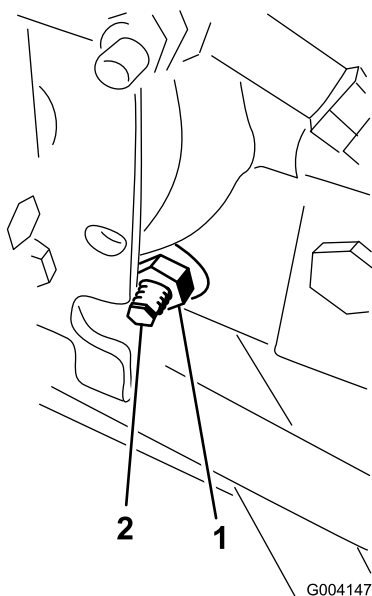

Figure 92
3. Sous le côté droit de l'hydrostat, desserrez le contre-écrou sur la came de réglage de transmission (Figure 92).